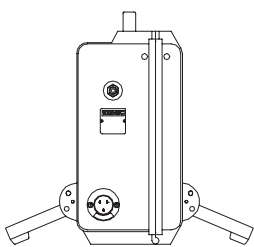

Figure 1
4. Fermer le couvercle et placer les pattes aux positions illustrées aux figures 1, 2 et 4 pour obtenir plus de stabilité en position verticale.